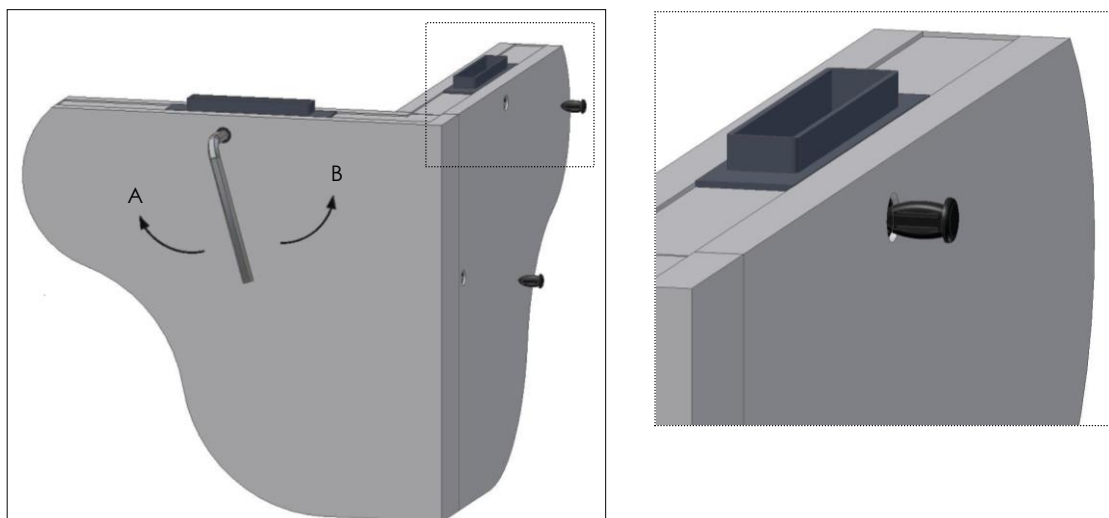

Fig. 11
- Rodar a chave no sentido dos ponteiros do relógio até parar (Fig.11 – Posição **A**);
- Rodar a no sentido contrário até apertar. (Fig.11 – Posição **B**)
- Após o aperto, colocar **tacos** nos furos (Fig. 11).